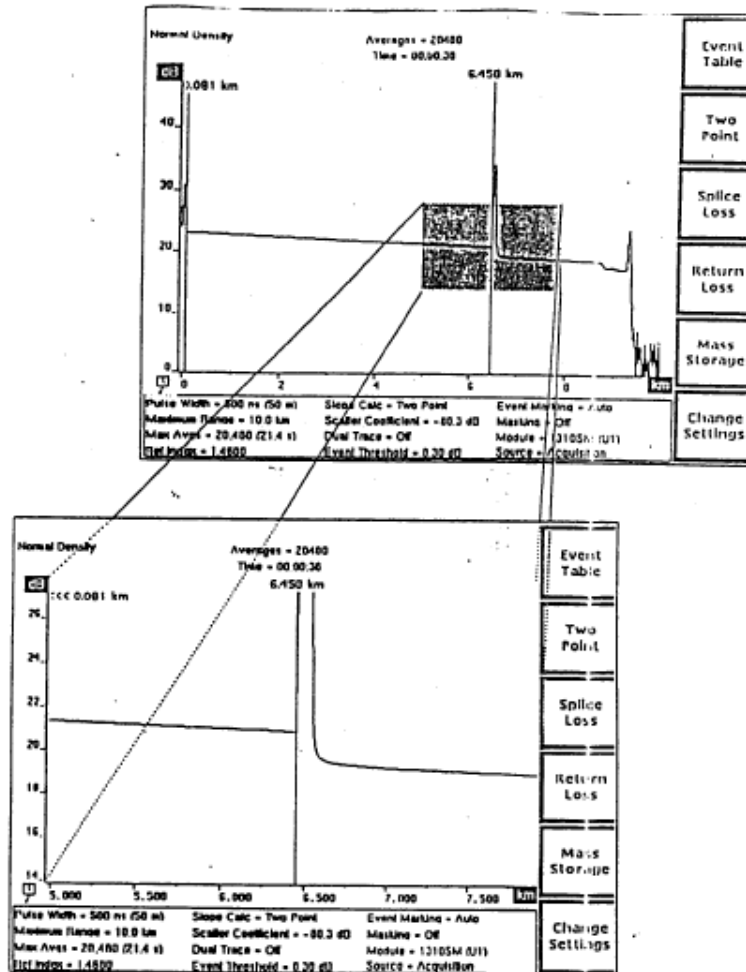

Figura 2-3. Expansión de la Pantalla de Adquisición-Vista General (arriba) y vista ampliada (abajo)
- Una ventana ampliada. Presionando el botón EXPAND ubicado en el panel frontal se puede alternar entre la vista ampliada y la vista general. En la vista ampliada, el área que abarca la ventana se aumenta hasta ocupar toda la pantalla, permitiendo así un examen más exhaustivo de la fibra. Ver Figura 2-3.